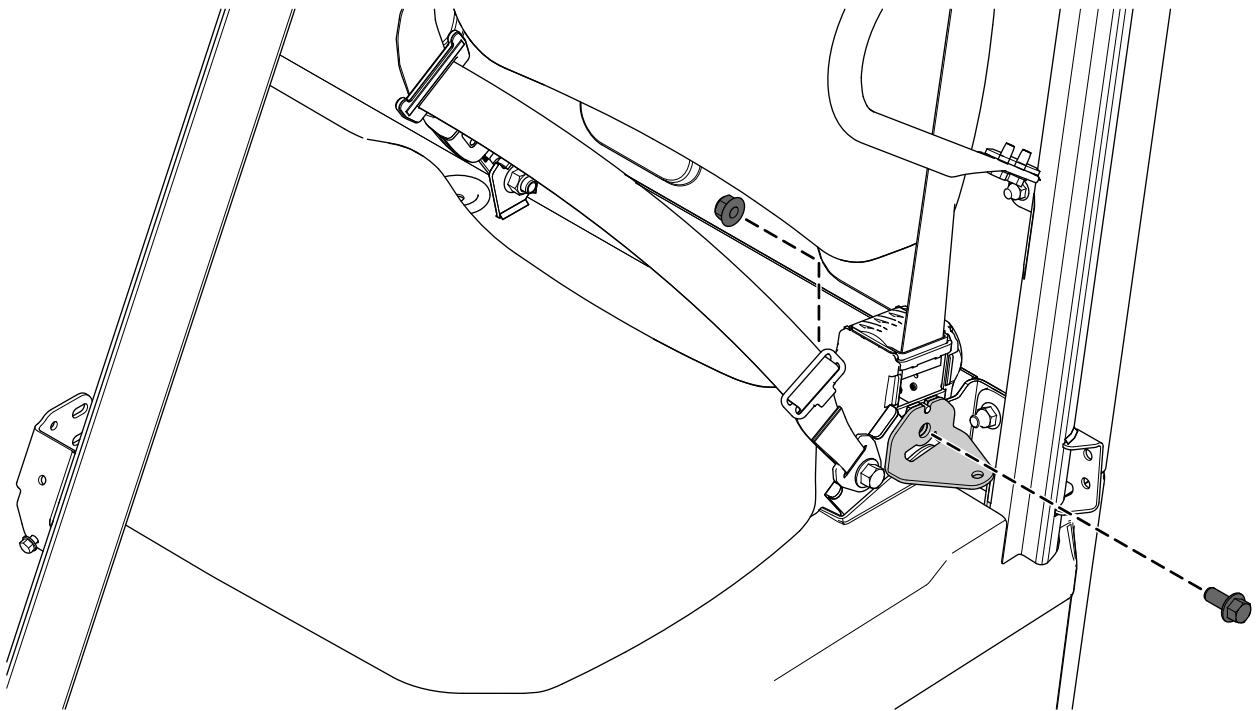

Bild 3
2. Befestigen Sie die linke Türstrebenhalterung mit der zuvor entfernten Bundkopfschraube (7/16" x 1") und der Sicherungsmutter (7/16") an der Sicherheitsgurthalterung (Bild 3).